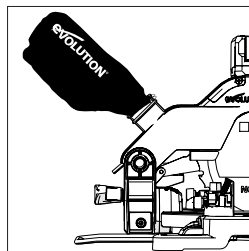

Fig. 28
- Far scorrere il sacchetto per la polvere sopra l'attacco per l'aspirazione della stessa, accertandosi che il fermo a molla si stringa in modo saldo all'attacco che mantiene il sacchetto saldo nella sua posizione (**Fig. 28**).